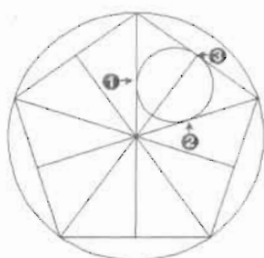

图 3-72
(5) 执行“绘图>圆>相切、相切、相切”菜单命令，绘制出如图 3-72 所示的圆形，命令执行过程如下。